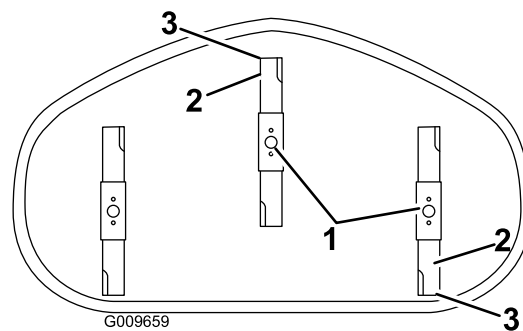

Figura 53
5. Misurate il valore dalla punta della lama anteriore e dalla punta della lama posteriore alla superficie piana (Figura 53). Se la punta della lama anteriore non è inferiore alla punta della lama posteriore di 1,6–7,9 mm, regolate il dado di bloccaggio anteriore.
4. Girate con cautela le lame in modo che siano disposte longitudinalmente (Figura 53).
più bassa di 1,6–7,9 mm rispetto a quella posteriore (Figura 53).